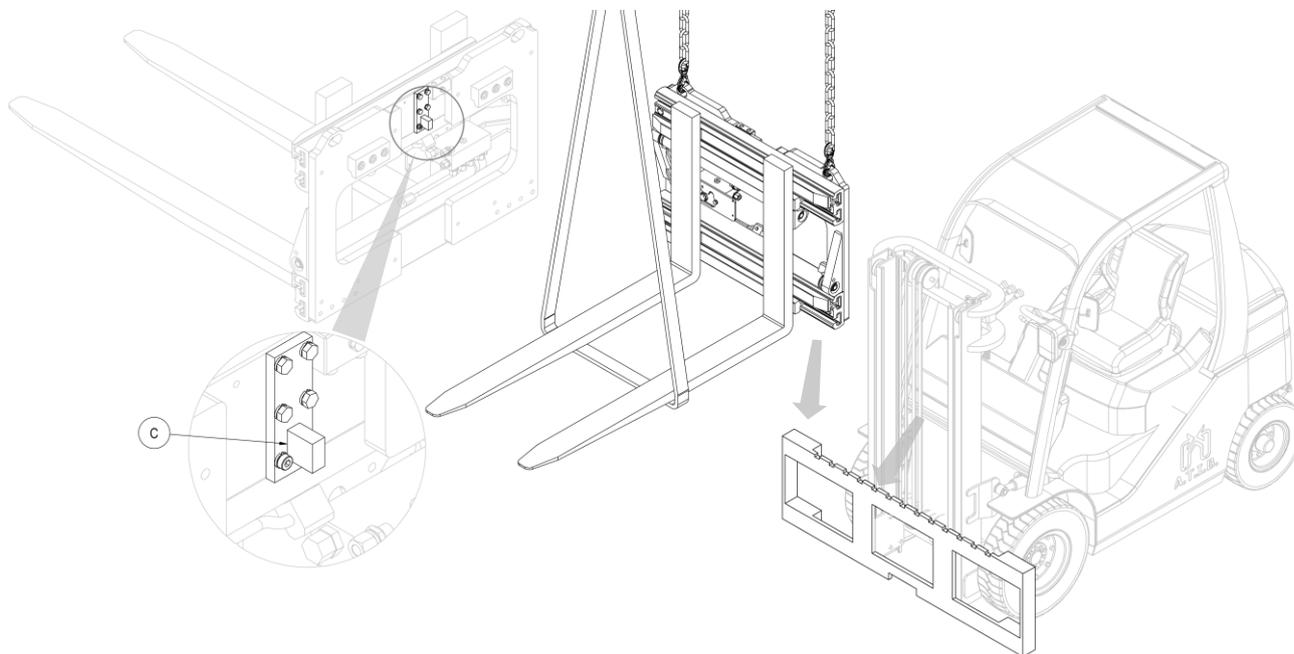

Figura 3
6. Enganche el equipo desde el punto de agarre superior con un puente grúa colóquelo en la placa porta horquillas, teniendo cuidado de encajar el diente de centrado C en la muesca central de la placa (mira *Figura 3*).